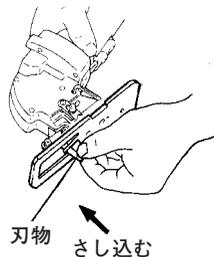

図 21
- (2) 刃物をロッド下方よりこの溝にさし込みます。(図21)